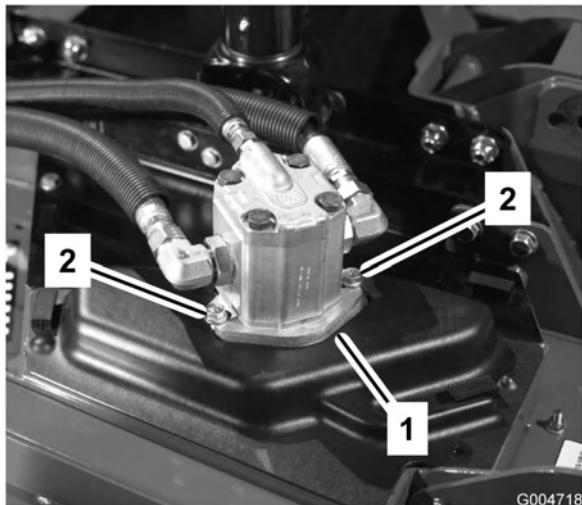

Figura 65
4. Togliete i bulloni che fissano il motore idraulico all'apparato di taglio (Figura 65). Togliete il motore e appoggiatevelo sopra l'apparato di taglio.